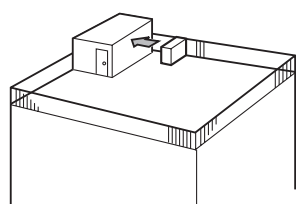

Fig. 2-3
- ① Anbring udblæsningen, så den vender imod den nærmeste væg og ca. 50 cm fra den. (Fig. 2-3)